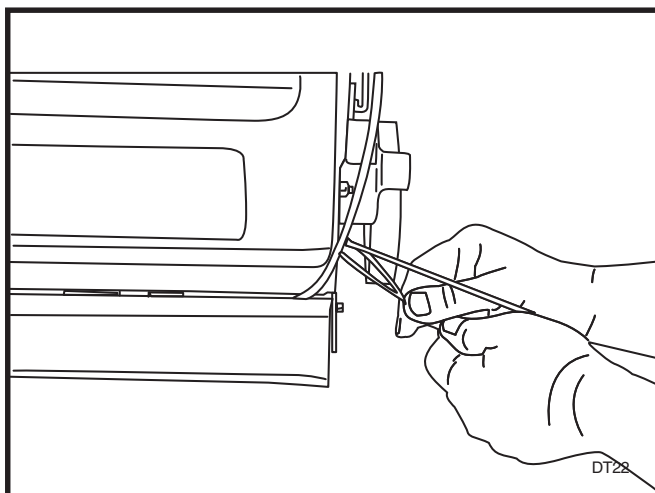

ABBILDUNG 4
11. Befestigen Sie das Kabel mit zwei (2) Drahtverbindungen am Rahmen. Siehe Abbildung 4.